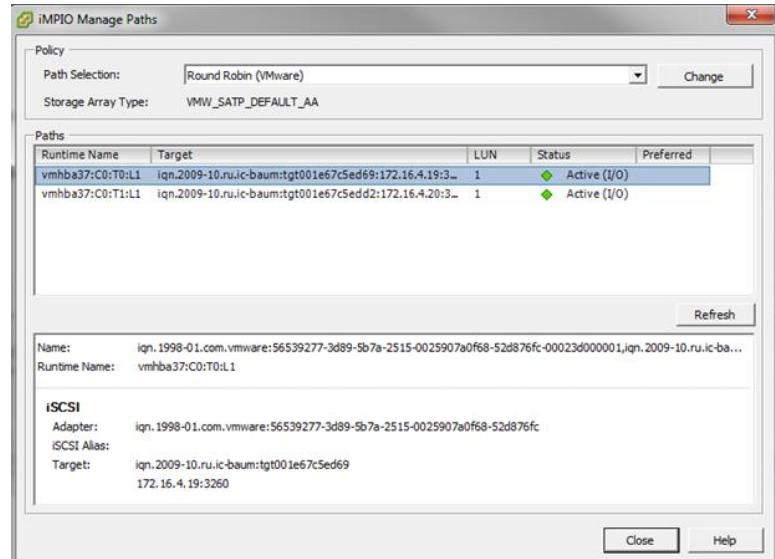
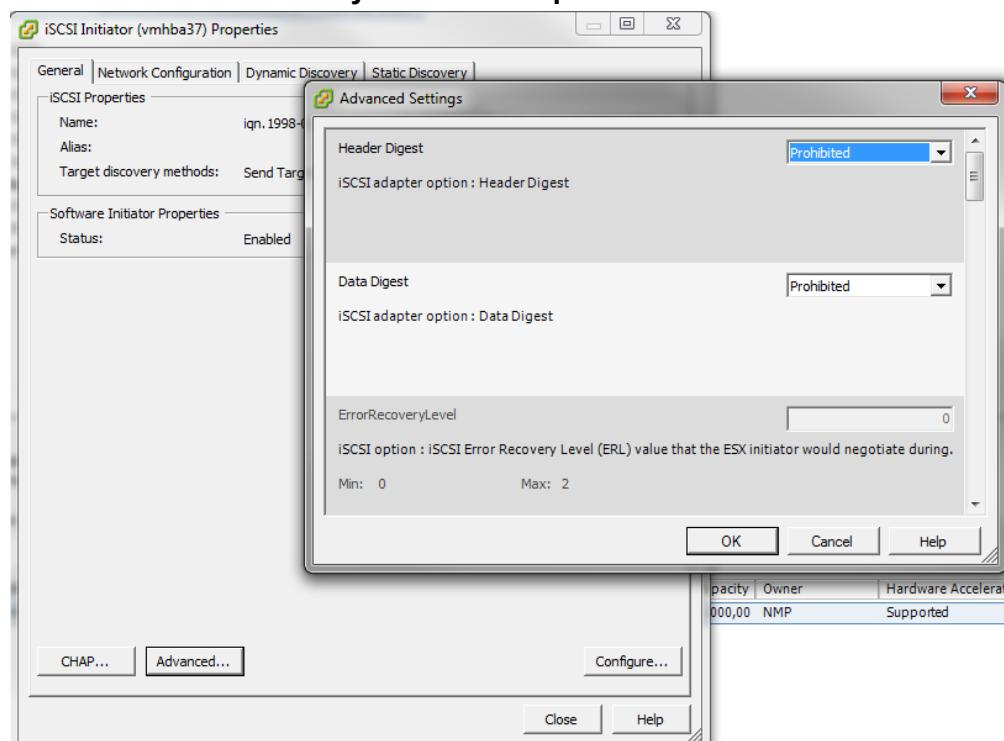

Рисунок 53 - Настройка MPIO
Рисунок 54 - Рекомендуемые параметры
3) Выполнить настройку MPIO (см. Рисунок 53). Рекомендованные настройки указаны на рисунке ниже (см. Рисунок 54)